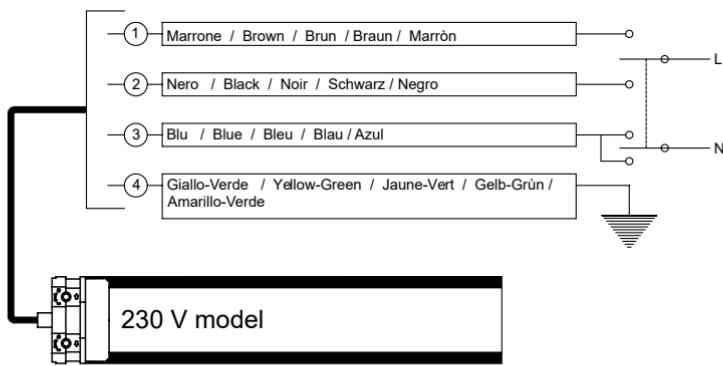

Fig. 4
- Per regolare i limiti di apertura e di chiusura occorre agire sulle viti di regolazione poste sulla testa del motore mediante cacciavite in plastica fornito in dotazione (fig.4).
- Alimentare il motore ed osservare il senso di rotazione della puleggia e/o della corona. A motore spento agire sulla vite di regolazione che ha la freccia rivolta nella stessa direzione del senso di rotazione del motore. (fig.4).